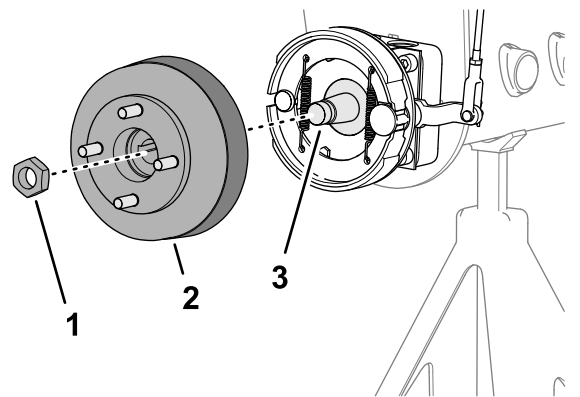
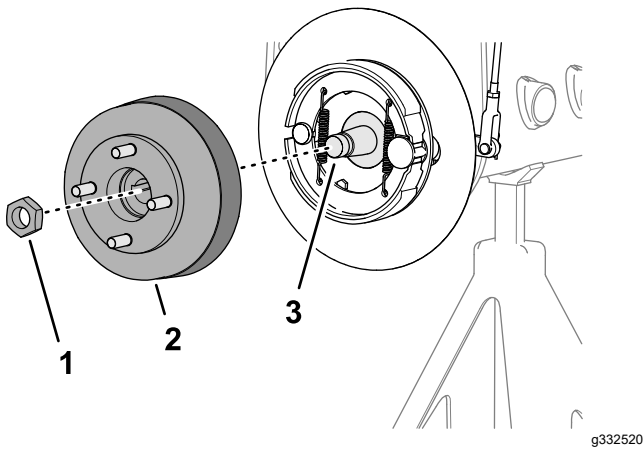

Bild 73
Bild 74
3. Montieren Sie die Radnabe und Bremstrommel auf die Radmotorwelle (Bild 73 oder Bild 74).
4. Befestigen Sie die Radnabe mit der Sicherungsmutter (Bild 73 oder Bild 74) auf der Welle und ziehen Sie diese nur handfest an.